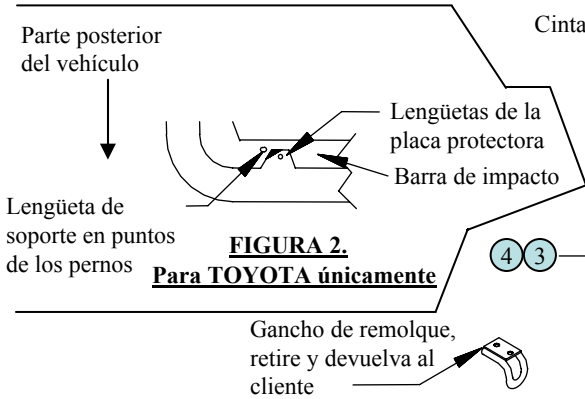

FIGURA 2.
2. En vehículos TOYOTA 4RUNNER ÚNICAMENTE.- Recorte las lengüetas de la placa protectora (en ambos lados) cerca de la base de la barra de impacto según sea necesario. (Como se muestra en la Figura 2. Página 1).